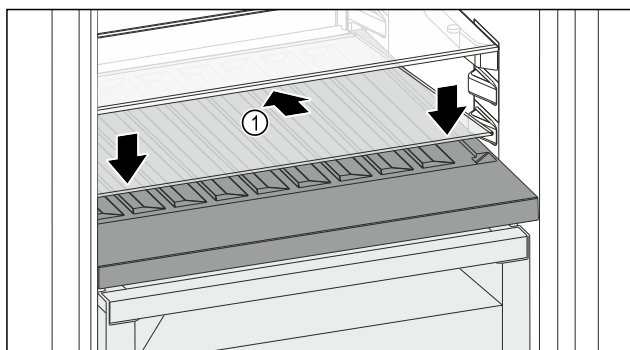

Fig. 109
- ▶ Helyezze be ferdén, hátul lefelé döntve az üveglapot Fig. 109 (1).
- ▶ Engedje le az üveglap Fig. 109 (1) elejét.